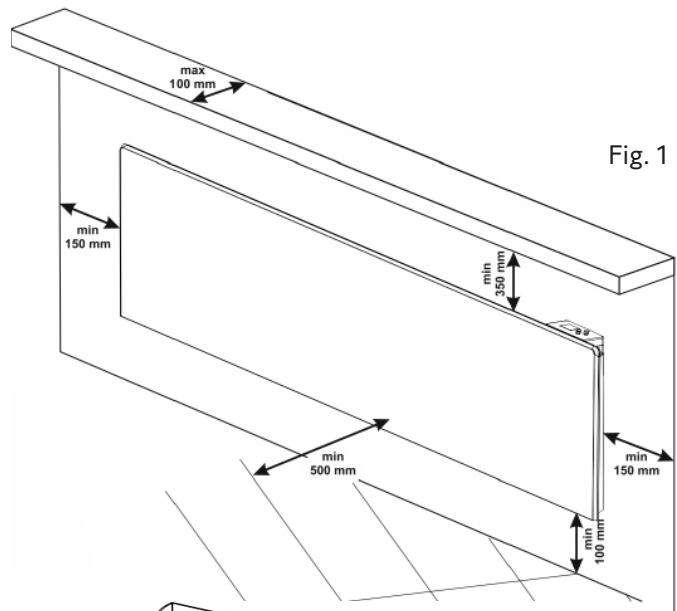
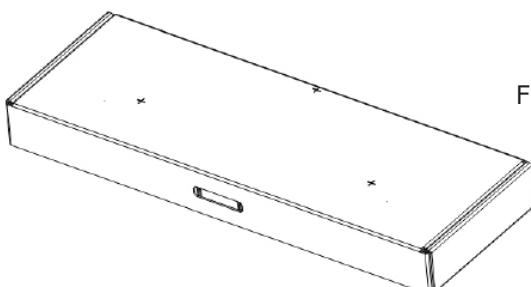

Fig. 1
Fig. 2
- Velg plassering, og merk opp de tre punktene for borehull. Bor deretter de merkede punktene på vegggen med et Ø 6 mm bor. (Fig. 1). Som hjelp kan du bruke hullmålen i lokket på esken, merket med + (Fig. 2).